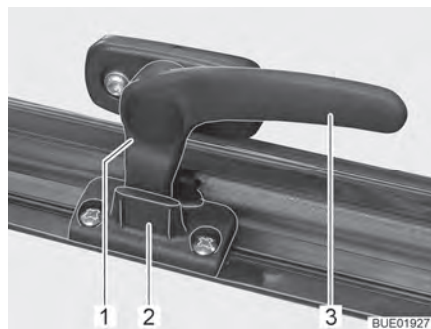

Bild 20 Verriegelungshebel in Stellung "Dauerbelüftung"
- in Stellung "Dauerbelüftung" (Bild 20)
- Den Verriegelungshebel (Bild 20,3) eine viertel Umdrehung zur Fenstermitte hin drehen.
- Den Verriegelungshebel eine viertel Umdrehung zum Fensterrahmen hin drehen. Die Verriegelungsnase (Bild 20,1) dabei in die Aussparung der Fensterverriegelung (Bild 20,2) einfahren.